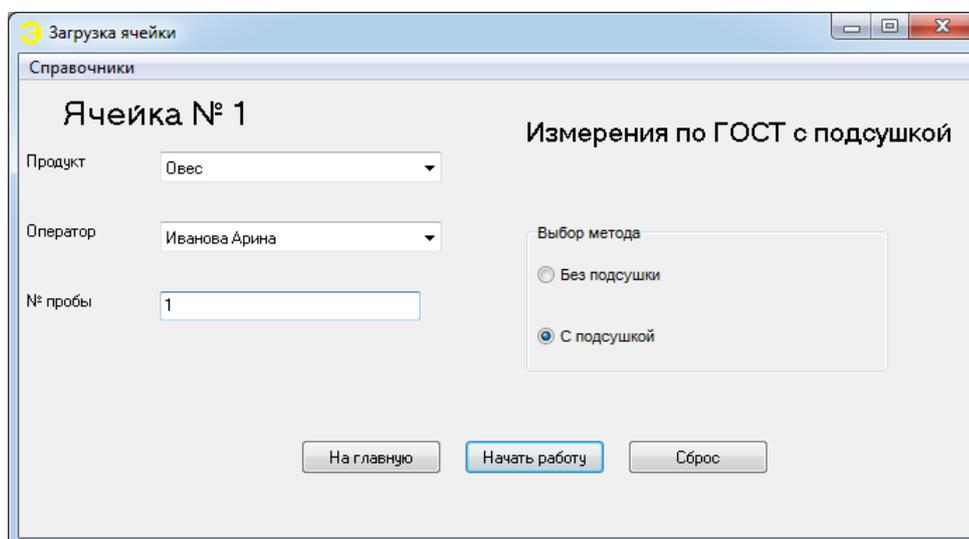

Рис.3 Окно «Загрузка ячейки»
- в открывшемся окне «Загрузка ячейки» (рис.3) выбрать исследуемый продукт в строке «Продукт», щёлкнув на кнопку с символом ▼ в конце строки, а затем на строку с выбранным продуктом.